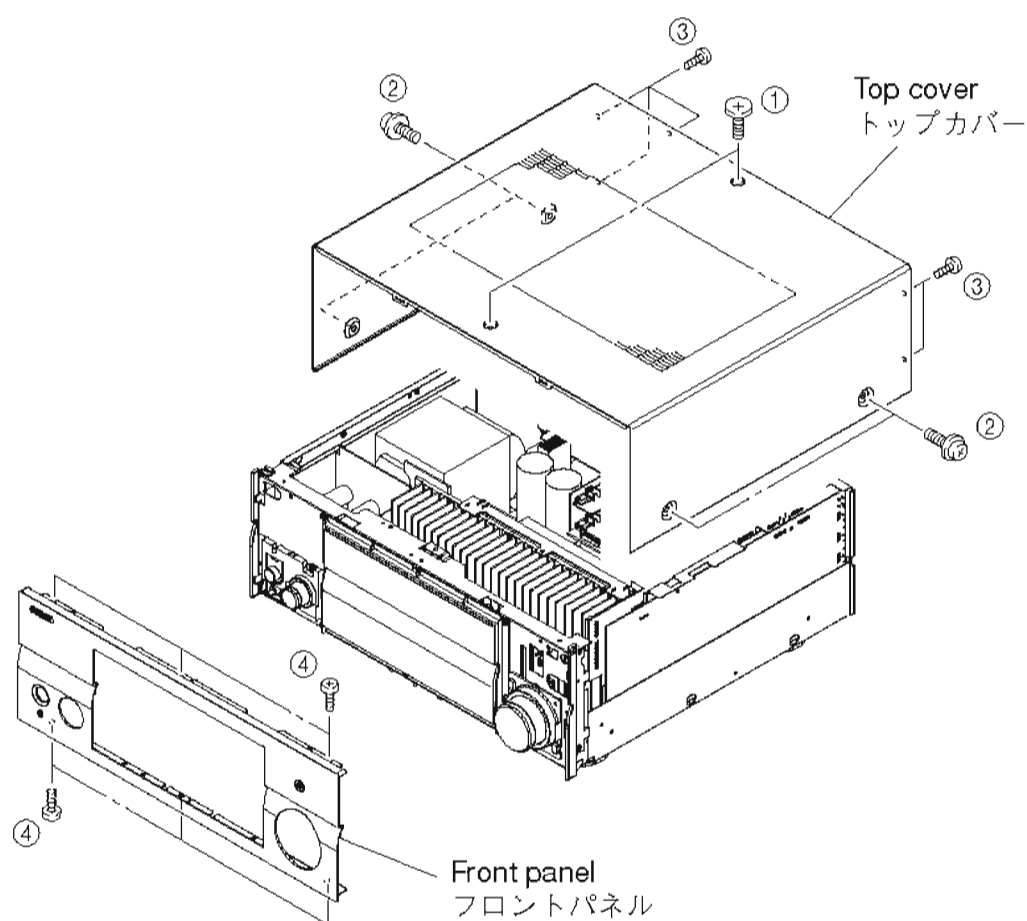

Fig. 1
- a. Remove 2 screws (①), 4 screws (②) and 5 screws (③). (Fig. 1)
- b. Slide the top cover rearward to remove it. (Fig. 1)
- a. ①のネジ2本、②のネジ4本、③のネジ5本を外します。(Fig. 1)
- b. トップカバーを後方へスライドさせ、取り外します。(Fig. 1)
Remove 6 screws (④) and then remove the front panel unit forward. (Fig. 1)
④のネジ6本を外し、フロントパネルを前方に外します。(Fig. 1)